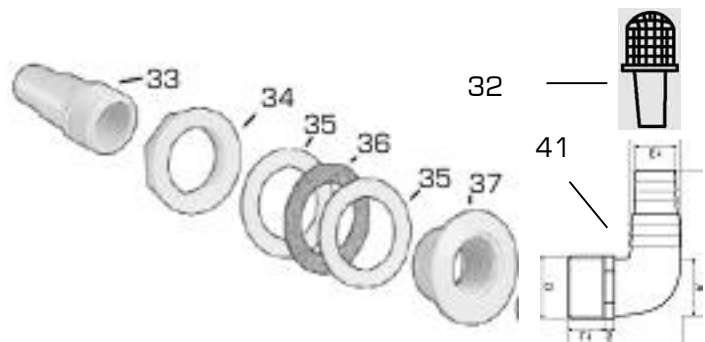

Abb. 23 Ansaugdüse
- Zerlegen Sie nun das zweite Düsenelement und installieren Sie es mit dem zweiten Anschlussstück auf die gleiche Weise; schrauben Sie jedoch das Winkelstück (Nr. 41) statt den Kugelteilen von der Poolinnenseite in das Düsengrundelement. Stecken Sie eines von beiden Schmutzsieben, die sich im Sack mit den Schläuchen und Schellen befinden, auf den Winkel. Das zweite Sieb wird bei dieser Ausführung nicht benötigt. Heben Sie sich das Teil jedoch als Ersatz auf (**Abb.23**).